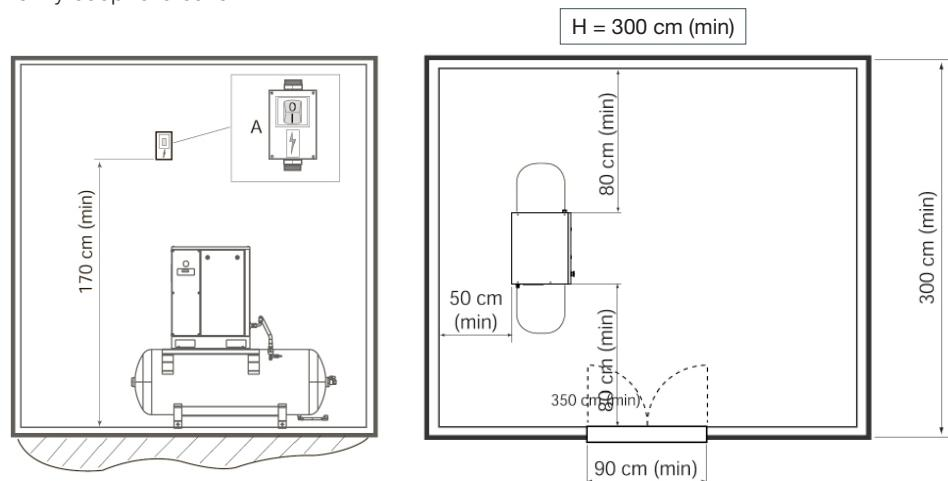

Рис. 2.1 Монтаж
- Компрессорная установка серий FSK, FSKR, FSKD может быть установлена на любой ровной поверхности способной выдерживать ее вес и достаточно жесткой для рамы компрессора. Также требуется выравнивание и центровка компрессора. Поверхность пола должна быть влагостойкой, чтобы выдерживать протечки жидкости, которые могут привести к коррозии и ожогам. Никакой нагрузки на трубопровод не должно передаваться компрессору с помощью внешних соединений. Подходящее помещение и расположение показаны на рис. 2.1.